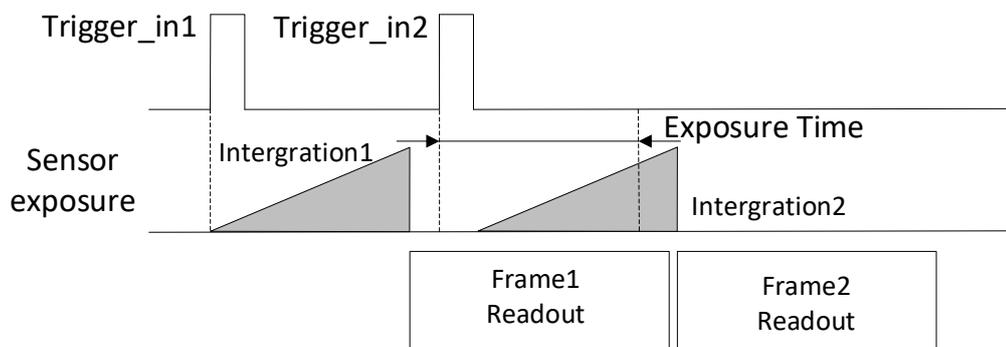

图4-20 第 2 帧曝光移动处理时序
- 若第 2 个触发信号第 1 帧图像的曝光结束时间早于相机当前第 1 个触发信号最后 1 帧出图时间，则相机内部会做处理，将第 2 个触发信号第 1 帧图像的曝光开始时间推迟，确保第 2 个触发信号第 1 帧图像的曝光结束时间不早于第 1 个触发信号最后 1 帧的出图时间，如图 4-20 所示。